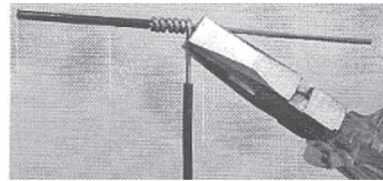

figura 6
5. Finalize a primeira parte da emenda com auxílio de outro alicate (**figura 6**).